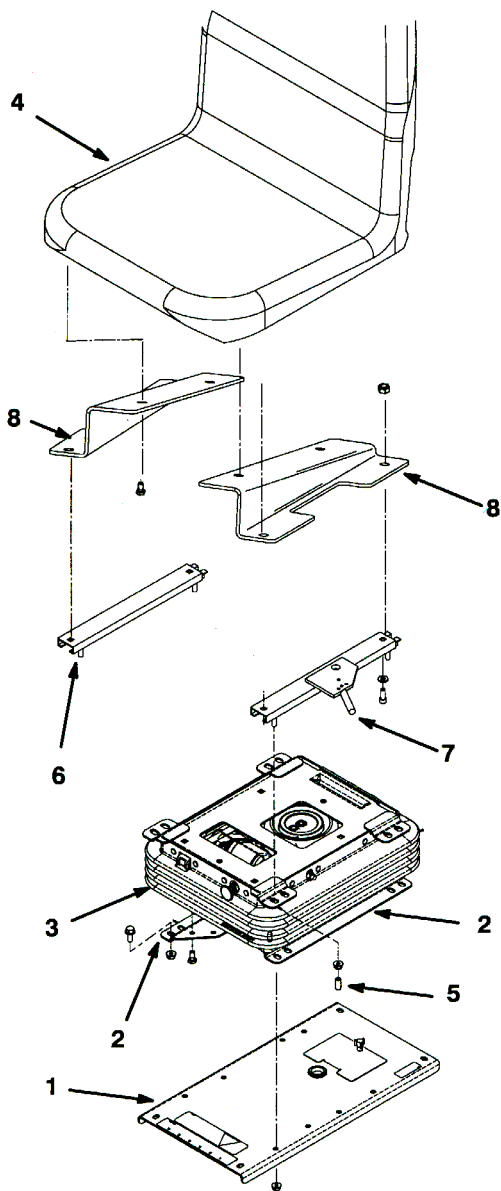

図5
1. 座席取り付けプレートをトラクションユニットのフレームに固定している 4 本のボルトとナット (図5) を外す。シート・プレートを外す。
2. キットに入っているボルト4本を使用して、下部ブラケットをサスペンションに取り付ける (図5)。
3. キットに入っているボルト4本とナットを使用して、下部ブラケットとサスペンションを座席取り付けプレートに取り付ける (図5)。
4. キットに入っているボルト4本とナットを使用して、座席ブラケットとサスペンションを座席取り付けプレートに取り付ける (図5)。
5. ボルト4本を使用して、左右の座席マウントを座席に取り付ける (図5)。マウントは、高くなっている方が座席の前側にくるように取り付ける。
6. キットに入っているボルト4本、平ワッシャ、ナットを使用して、左右の座席マウントに上部ブラケットを取り付ける (図5)。レバーのついているブラケットを左側の座席マウントに取り付けること。
7. キットに入っているナット4個を使用して、上部ブラケットを座席に取り付ける (図5)。座席のスタッドにビニル製のキャップをかぶせること。